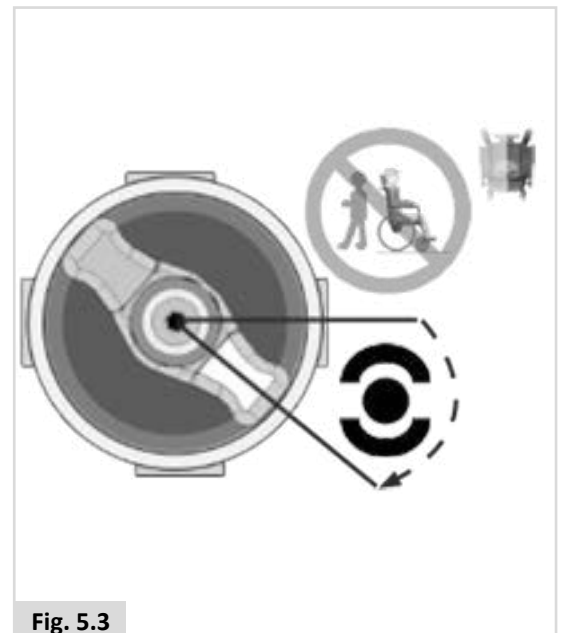
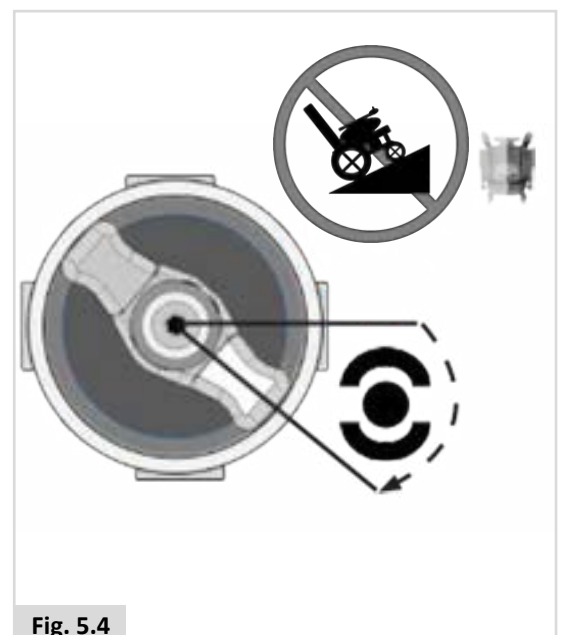

Fig. 5.3
Fig. 5.4
2. For å koble fra motorene. (Fig. 5.3 - Fig.5.4).